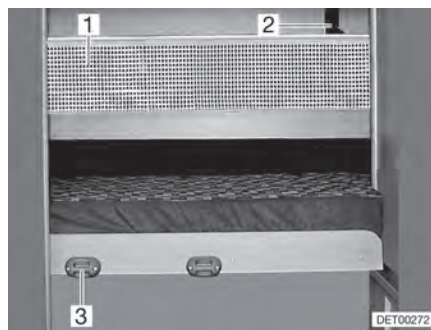

Bild 79 Skyddsnet
*Haka fast:* ■ Haka fast stegen med krokarna (Bild 79,3) på ramen.
**Skyddsnet** Skyddsnetet (Bild 79,1) är standard. Det ligger mellan madrassen och ribbotten. Skyddsnetet ska först monteras när personen som ska sova där befinner sig i sängen.
*Hänga upp:* ■ Haka fast fästbanden (Bild 79,2) i hållarna i taket.